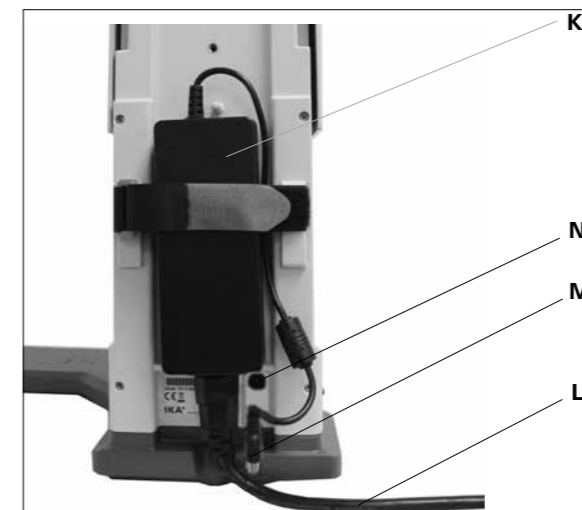

Fig. 9
### 3) Прикрепите настольный сетевой адаптер. (Fig. 9)
- Прикрепите сетевой адаптер (K) на задней стороне. Закрепите его застежкой «липучка», потянув за оба выступа на сетевом адаптере. Застежка «липучка» не должна находиться в нижней части сетевого адаптера.
- Подключите разъем низкого напряжения (M) к соединительному гнезду (N). (Fig. 9)
- Вставьте сетевой шнур (L) в сетевой адаптер и подключите его к источнику электропитания.